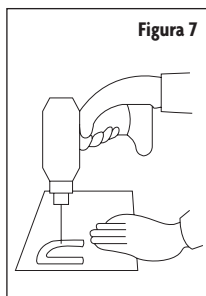

Figura 7
- Para colocar el soporte antivuelco al piso de madera, perfore dos agujeros de 1/8" (3,2 mm) en las posiciones marcadas en la plantilla de soporte. (Consulte la Figura 7).